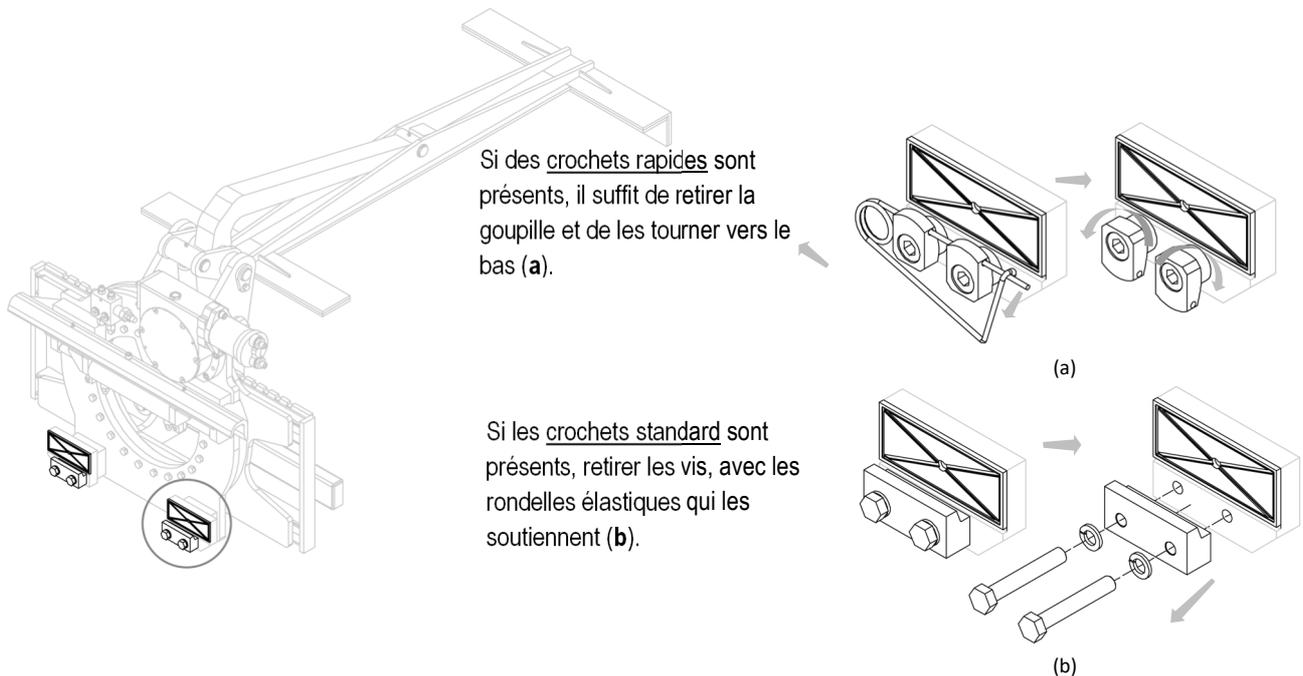

Figure 7
5. Retirer les crochets inférieurs de l'équipement et graisser les patins de guidage (voir Figure 7).
2. Retirer les crochets inférieurs de la structure (voir *Figure 2 et Figure 7* aux pages 10 et 15).